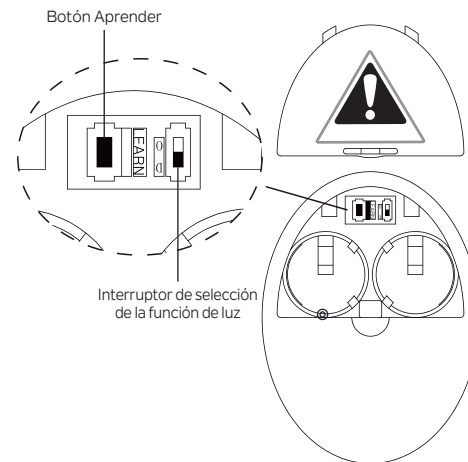

Figura 26
## INTERRUPTOR DE SELECCIÓN DE LA FUNCIÓN DE LUZ (Figura 26)
## EMPAREJAMIENTO DEL TRANSMISOR CON EL VENTILADOR (Figura 26)
**Paso 2.** Después de instalar las baterías del transmisor, encienda la alimentación de CA del ventilador en el disyuntor o la caja de fusibles y durante los próximos 30 segundos mantenga presionado el botón APRENDIZAJE en la parte posterior del transmisor (**Figura 26**) durante 3 segundos. El ventilador se encenderá a velocidad media y el kit de luz (si está instalada) se encenderá. Esto confirma que el proceso de emparejamiento ha terminado.